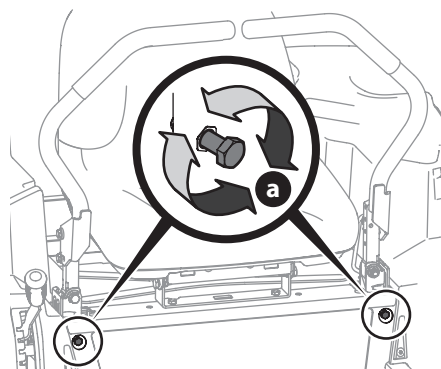

Figura 40
2. Ubique los pernos del ajuste de detención de las palancas de control de la transmisión de barras de seguridad (a) que están en el frente del marco del asiento (Figura 40).
3. Para reducir la velocidad de avance, gire los pernos del ajuste de detención de las palancas de control de la transmisión de barras de seguridad (a) en el sentido de las agujas del reloj. Para incrementar la velocidad de marcha hacia adelante, gire los pernos de ajuste de detención de las palancas de control de la transmisión de barras de seguridad (a) en el sentido contrario a las agujas del reloj. Gire los pernos de ajuste de detención de las palancas de control de la transmisión de barras de seguridad (a) en la dirección necesaria 1/4 de giro por vez. Después de girar los pernos de ajuste de detención de las palancas de control de la transmisión de barras de seguridad (a), compruebe el ajuste manejando el tractor (Figura 40).